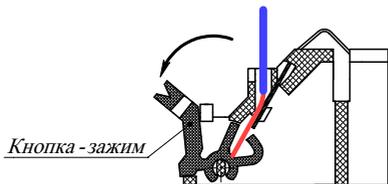

Рисунок 1
- Кнопки-зажимы контактов 3 и 4 (маркировка контактов выполнена на контактной группе) предназначены для подключения «←» ШС. В состоянии поставки кнопки-зажимы находятся в отжатом положении, освобождая каналы для ввода проводов (рисунок 1).